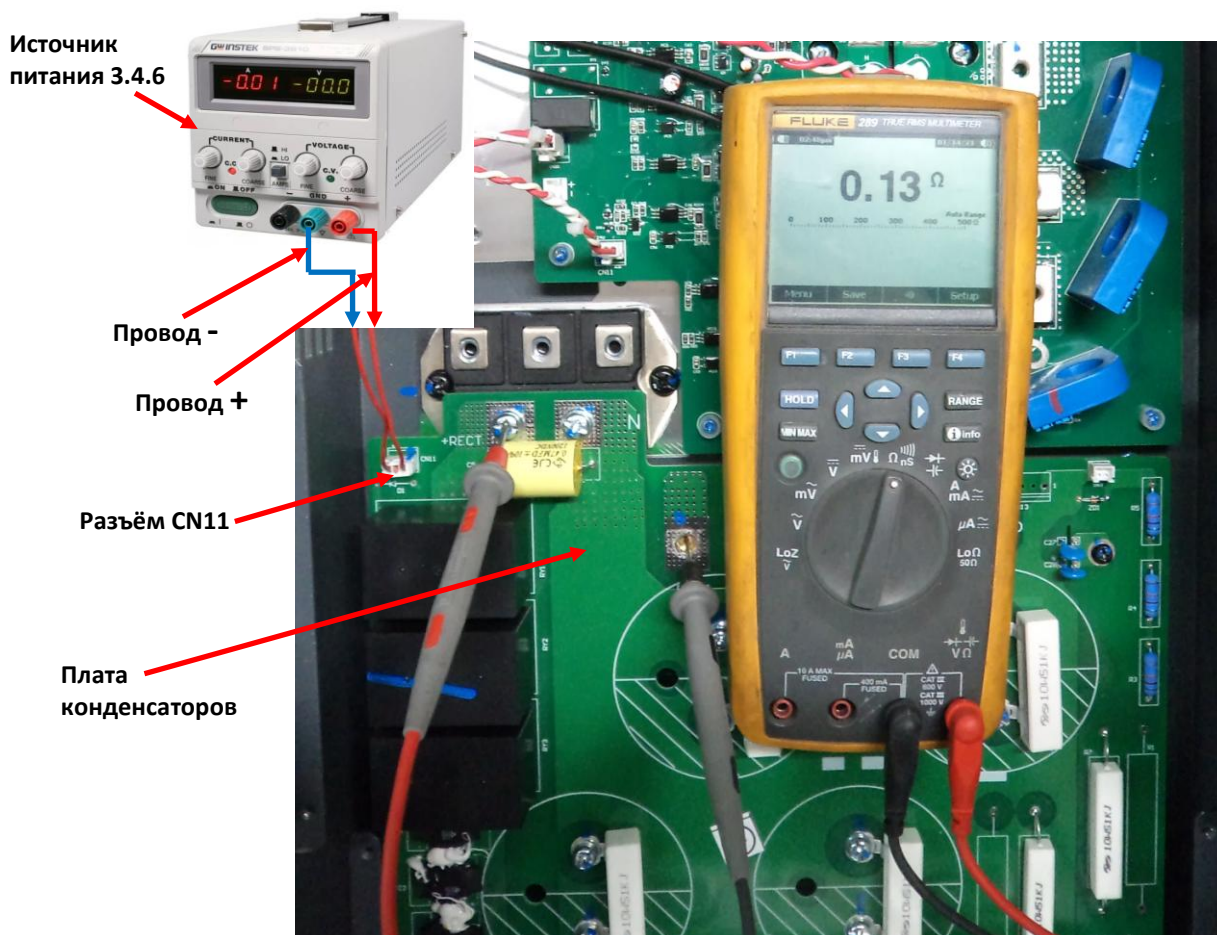

Рис. 4.22.
- 4.12.8. Подключить к контактам разъёма CN11 платы конденсаторов провода от источника питания 3.4.6, соблюдая полярность (рис.4.22).
- 4.12.9. Подать напряжение 24В от источника питания и измерить с помощью мультиметра 3.4.1 сопротивление между контактными площадками «+RECT» и «PP1» платы конденсаторов (рисунок 4.22). Значение сопротивления должно быть 0 Ом. В противном случае необходимо заменить плату конденсаторов.